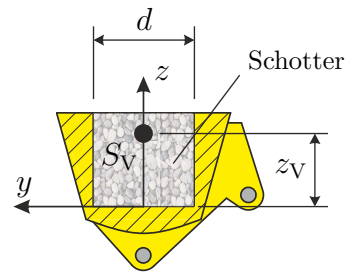

Abbildung 4: Volle Schaufel mit der Masse m_V .
- d) Berechnen Sie die Masse m_V der vollen Baggerschaufel aus Abbildung 4. 1 P. |
- e) Berechnen Sie die Lage z_V des Schwerpunkts S_V der vollen Baggerschaufel aus Abbildung 4. 1 P. |